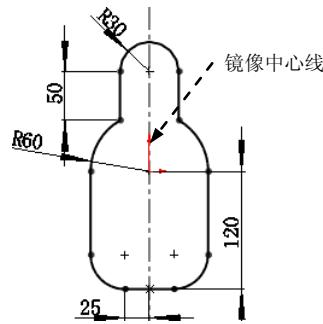

图 4.15.7 镜像草图实体
Step3. 定义镜像中心线。在“镜像”对话框单击 后的文本框，然后根据系统 **选择镜向所绕的线条或线性模型边线** 的提示，选取如图 4.15.7 所示的构造线为镜像中心线。
Step4. 在“镜像”对话框中单击 按钮，完成草图实体的镜像操作，如图 4.15.7 所示。